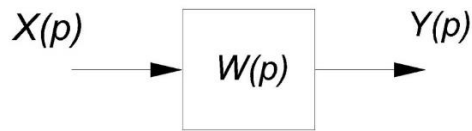

Рис. 10.1. Структура схемы динамической системы
5. Сохранить созданный файл через меню File и вкладку Save под именем difur10.m (например). Указанный ниже жирным шрифтом текст является строками образной программы цифровой модели, представленной на рис. 10.1.